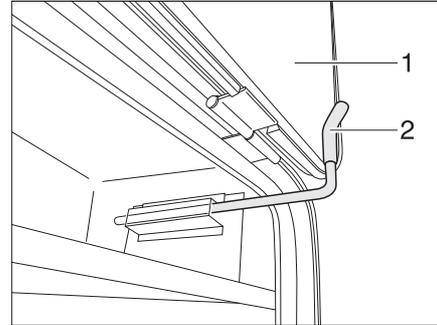

Bild 44 Sicherungshaken Außenklappe, Feststellposition
- Die Außenklappe (Bild 44,1) öffnen und nach oben gegen die Wand des Fahrzeugs klappen.
- Den Sicherungshaken (Bild 44,2) nach oben drehen und die Außenklappe (Bild 44,1) dahinter verkeilen.
- Den Sicherungshaken (Bild 44,2) ziehen und nach unten drehen.